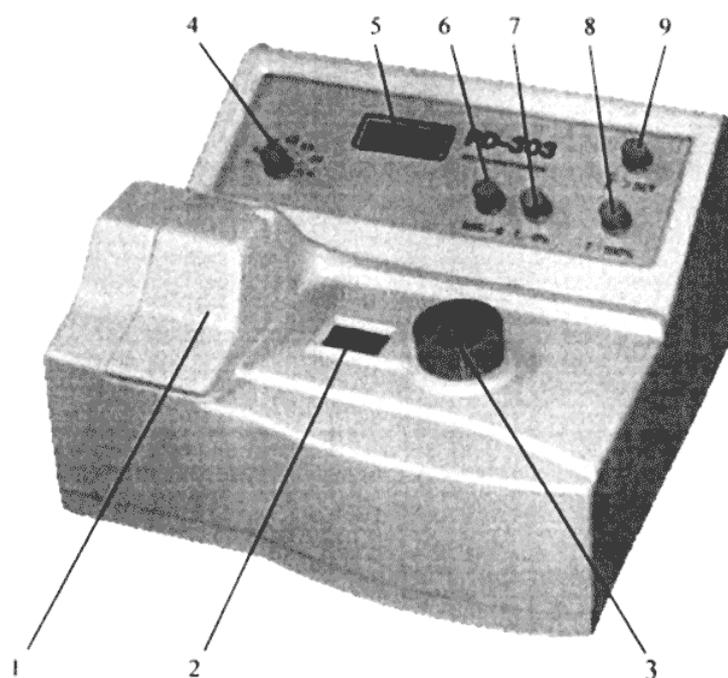

Рисунок 5. Вид спереди
6. Включите прибор выключателем. Удостоверьтесь, что **люминесцентный дисплей** загорелся (рис.5-№5). Для стабилизации интенсивности свечения лампы прибор необходимо прогреть около **20 минут**.
7. Установка длины волны: Установите нужную длину волны поворотом рукоятки установки длины волны, обозначенной **WAVELENGTH** (рис.5-№3), наблюдая в **окне установленную длину волны** (рис.5-№2) рядом с измерительной камерой. Диапазон длин волн: от 340 нм до 1000 нм.
8. Убедитесь, что в **измерительной камере** (рис.5-№1) нет кюветы и камера закрыта крышкой.
9. Установка режима Светопропускания: Установите переключатель режимов (рис.5-№4) в положение **Т** (Transmittance). Ручкой установки ноля коэффициента светопропускания, обозначенной **Т-0%** (рис.5-№7) установите на дисплее «**0.0**».
11. Верификация Светопропускания и Абсорбции: Поворотом ручки установки 100% коэффициента светопропускания, обозначенной **Т-100%** (рис.5-№8), установите на дисплее «**100.0**». Установите переключатель режимов (рис.5-№4) в режим Абсорбции – положение **А** (Absorbance). Затем ручкой установки ноля Абсорбции, обозначенной **А-0** (рис.5-№6), установите на дисплее «**0.0**». Выньте кювету с бланком из измерительной камеры.
2. Установите переключатель режимов (рис.5-№4) в положение **T** (Transmittance). Ручкой установки ноля коэффициента светопропускания, обозначенной **T-0%** (рис.5-№7) установите на дисплее «**0.0**». (Повторите шаг 5 процедуры подготовки на стр.8).